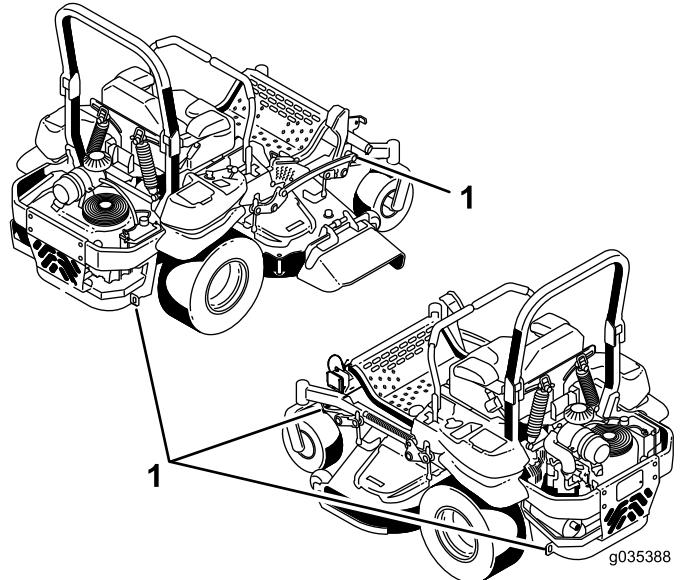

Bild 41
5. Befestigen Sie die Maschine mit den Vergurtungsschleifen aus Metall, Ketten, Kabel oder Seilen am Anhänger oder Pritschenwagen (Bild 41).